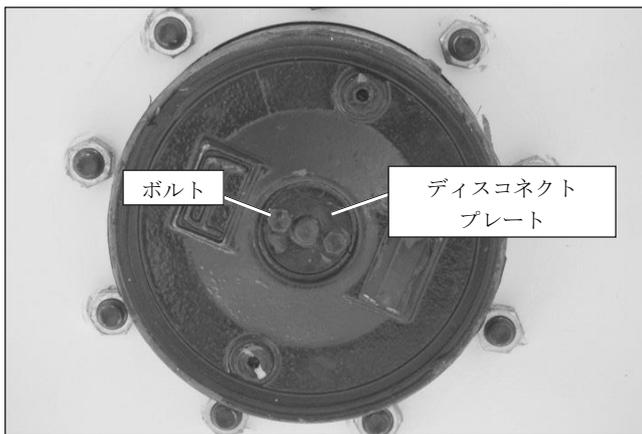

図 10.6 - 駆動輪
10. 各駆動輪のところにあるディスコネクトプレートから2本のボルトを外します(図 10.6 を参照)。突起部が内側を向くようにプレートを裏返します。2本のボルトを元どおり取り付けます。